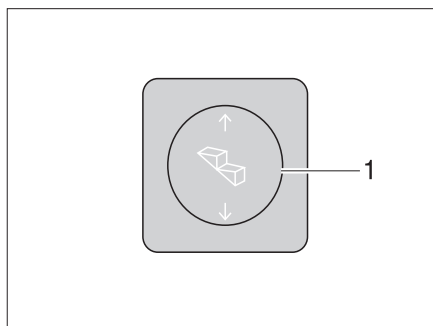

Fig. 8 Conmutador de mando escalón de entrada
**Extracción:** ■ Pulsar el interruptor basculante (Fig. 8,1) por abajo hasta que esté completamente extraído el escalón de entrada.
**Introducción:** ■ Pulsar el interruptor basculante (Fig. 8,1) por arriba hasta que haya introducido completamente el escalón de entrada.